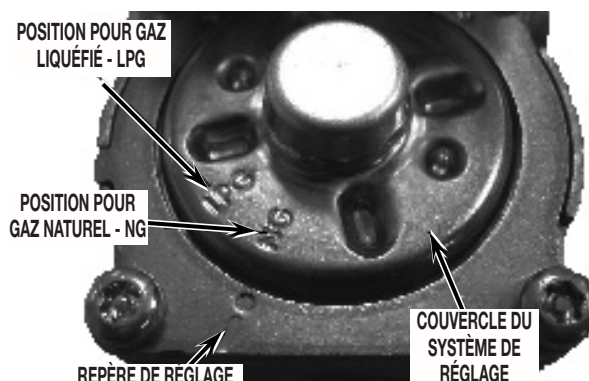

FIGURE 6
7. Identifier sur le couvercle les marques de positionnement correspondant à l'alimentation au gaz naturel (NG) et à l'alimentation au gaz liquéfié (LPG); noter également le repère de réglage, qui indique le type de gaz utilisé. Voir la Figure 6.